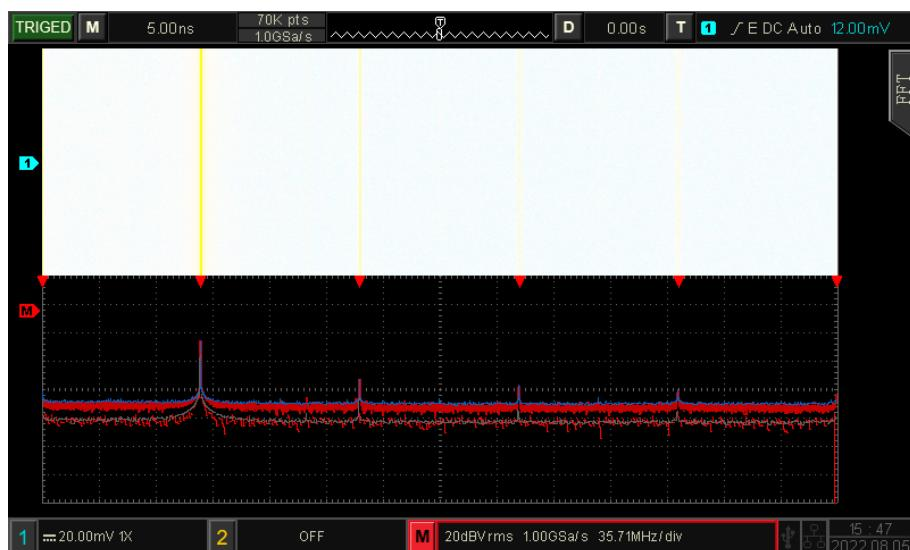

图 14-1
- d. 瀑布图-2：频谱和瀑布图分 2 个窗口显示，瀑布图反应频谱上 dB 值随时间的变化情况，具有“记录”的功能，如下图 14-1 所示。